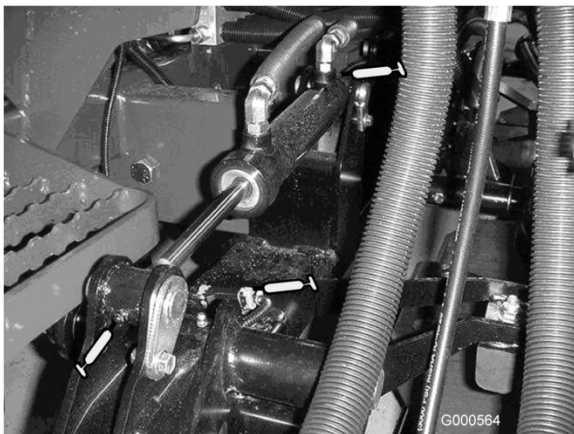

Figura 24
- Casquillos de los brazos de elevación (1 por plataforma) (Figura 24).
- Casquillos de los cilindros de elevación (2 por plataforma) (Figura 24).